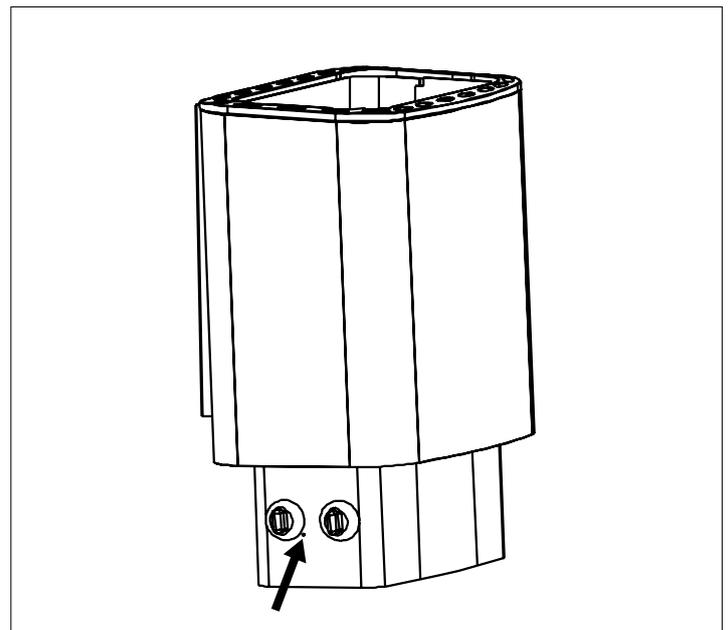

Figure 8.
– Si la température dans le sauna augmente Lorsque la température est élevée, le régulateur de température éteint le poêle. Le régulateur de température peut être réenclenché en enfonçant un outil émoussé dans le trou de 3 mm de diamètre à l'extrémité du coffret électrique (Figure 8).